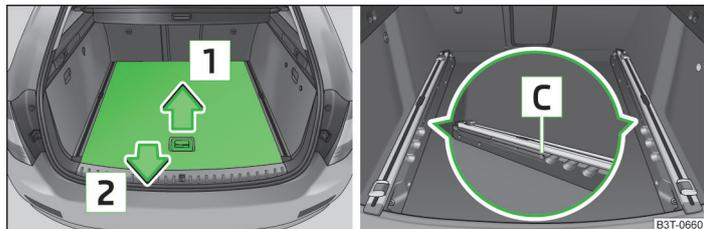

Abb. 95 Gepäckraum: variablen Ladeboden teilweise herausziehen
- > Den hinteren Teil des variablen Ladebodens am Griff fassen und in Pfeilrichtung **1** » Abb. 95 leicht anheben.
- Den hinteren Teil des Ladebodens am Griff fassen und in Pfeilrichtung **1** » Abb. 95 auf Seite 96 anheben.